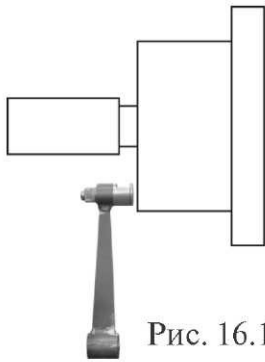

Рис. 16.1
16.2.Калибровка устройства измерения дистанции. Для оценки погрешности устройства ввода дистанции выдвиньте штангу ввода параметров и уприте ее палец в задний торец фланца вала, как показано на рис.16.1. При этом на индикаторах 1 отображается величина введенной дистанции, а на индикаторах 4 величина диаметра диска. Если величина дистанции на индикаторах 1 не равна $4,5 \pm 0,2$, то устройство ввода дистанции требует калибровки.